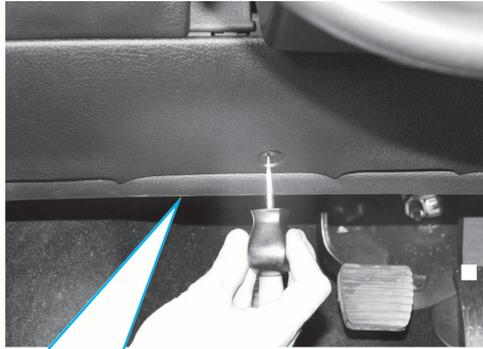

Fig.2
-dans l'habitacle, en bas à gauche du volant, sur le calculateur d'habitacle (**BSI**) (Fig.2).
Affectation des fusibles habitacle (Fig.2)